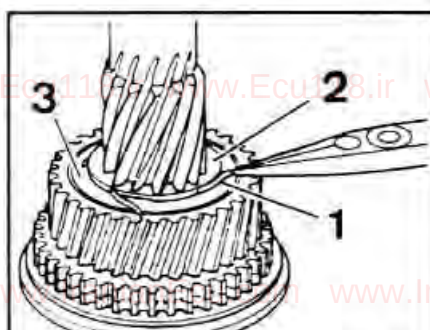

Рис. 6-13. Отгибание язычков запорного кольца шестерни IV передачи:
- Щипцами отогнуть четыре язычка стопорного кольца 1 крепления половин упорной шайбы 2 (рис. 6-13) и вынуть